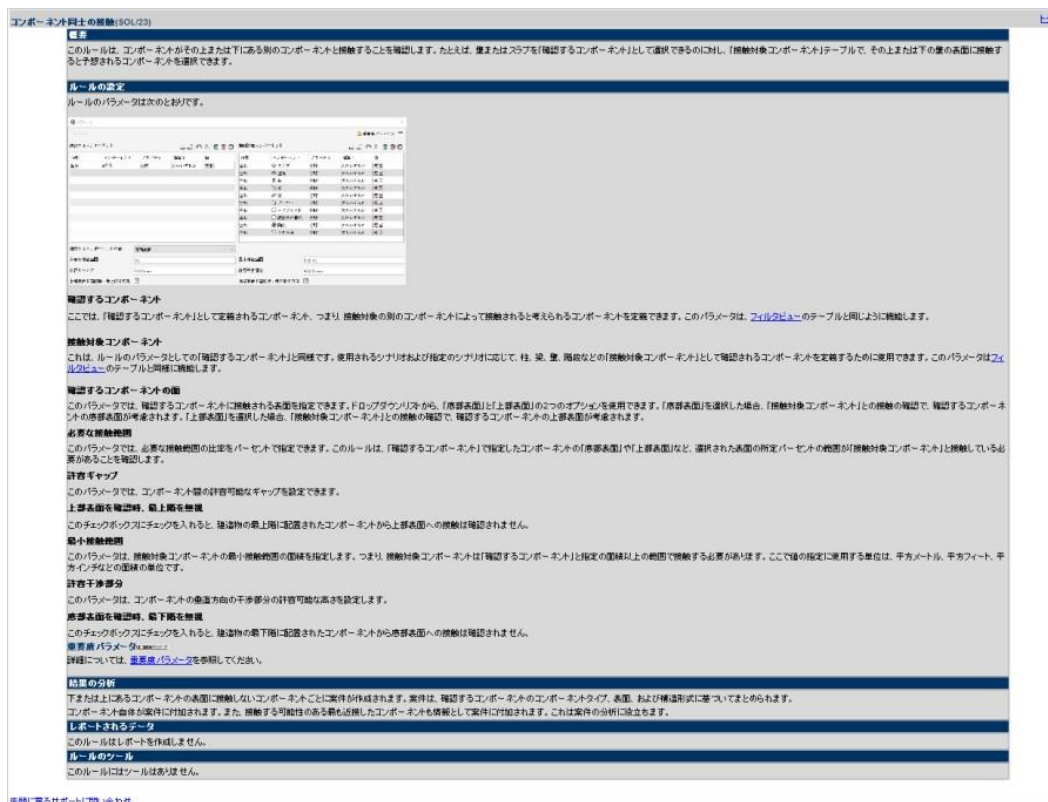

図 49. ルールドキュメント
- ④ 「情報ビュー」から「ルール ヘルプ」(図 49 を参照)をクリックすると、ブラウザが開き、選択された内容のドキュメントを読むことができます。(図 47 を参照)